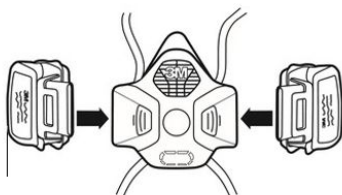

Fig. 5
1. Alignez l'extrémité à orifice des cartouches avec les orifices de la pièce faciale (Fig. 5).